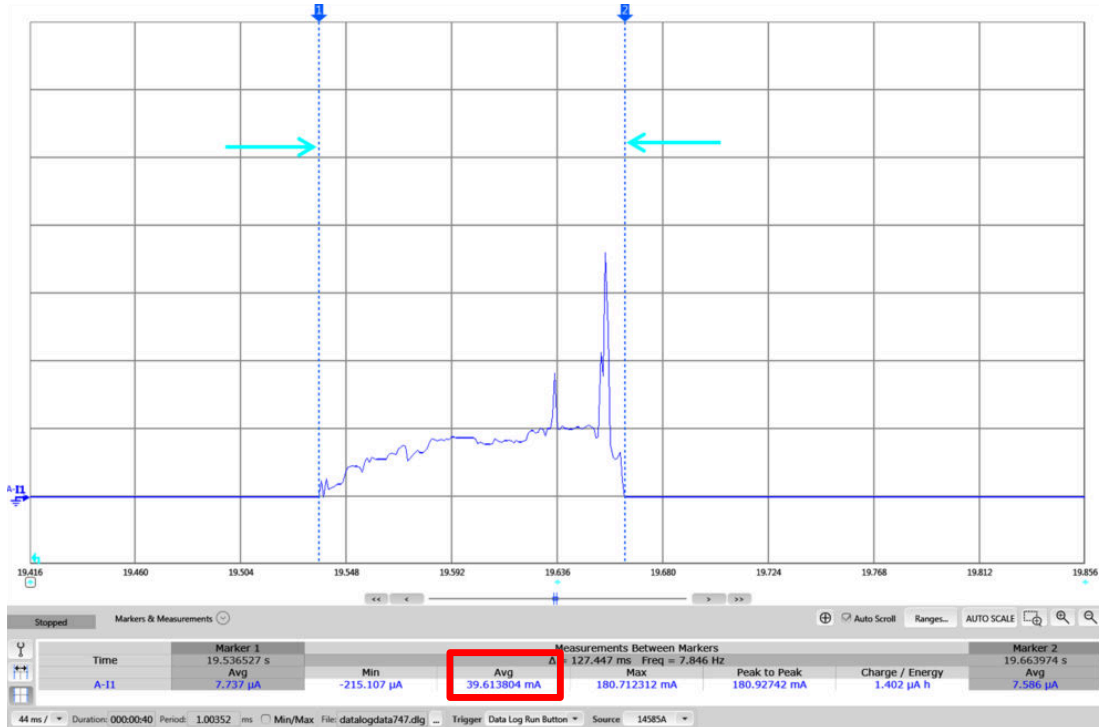

图 2-8. 采用直流电源分析仪测量的平均电流
4. 电流测量完成后，定位标记以选择要计算的波形。结果应显示位于两个标记之间的采样周期的平均电流消耗量。图 2-8 显示了一个示例。